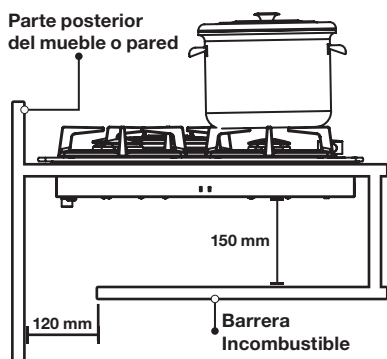

Fig. 1
- Si desea instalar un cajón de utensilios debajo de la cocina, deberá colocar una tabla de separación de material incombustible, entre ambos, a una distancia mínima de 150 mm desde la parte inferior de la cocina, ver fig. 1.